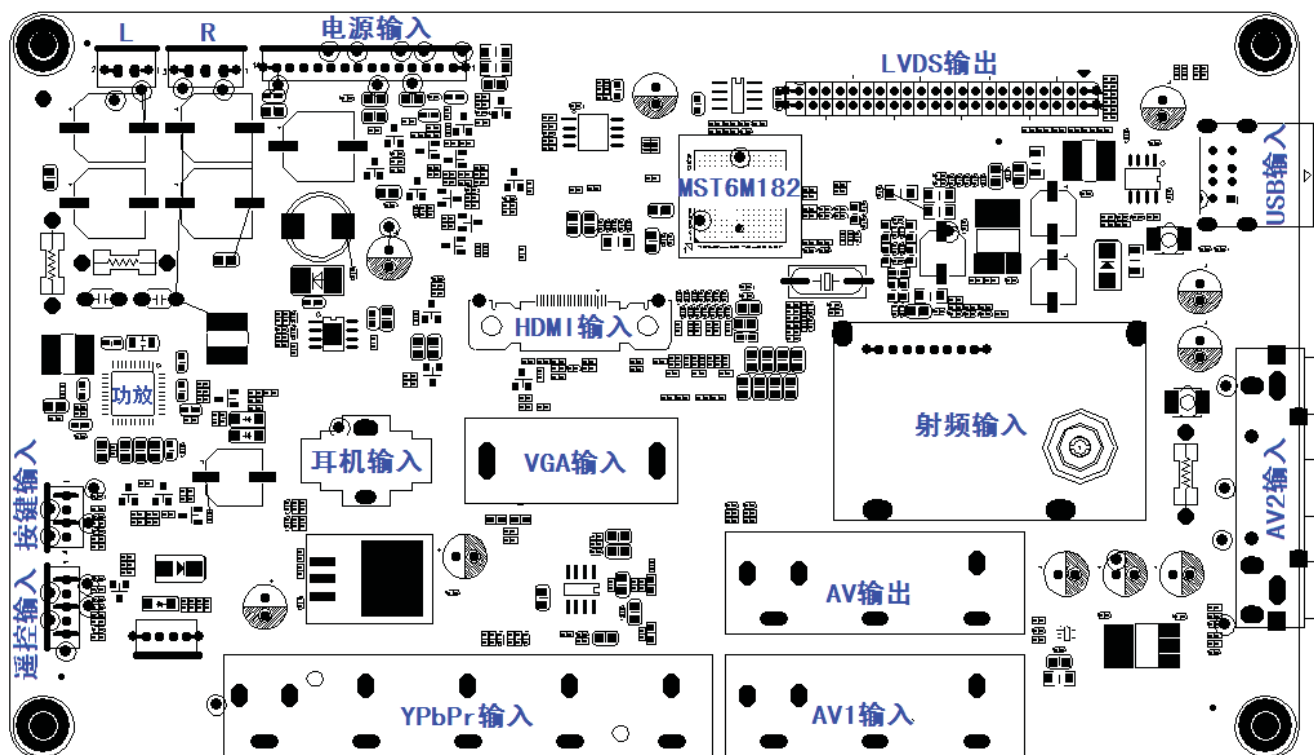

图3 LS39 机芯主板布局示意图
3、LS39 机芯主板印制板布局及主要元器件位置示意图 3。